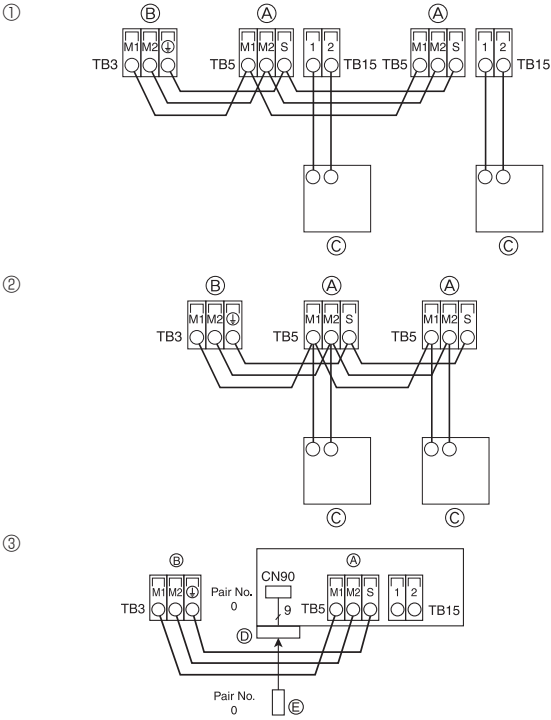

Fig. 4-8
4.4. Ligação dos cabos de transmissão do controlo remoto e das unidades interior e exterior (Fig. 4-8)
- ① Controlo remoto MA
- ② Controlo remoto M-NET
- ③ Controlo remoto sem fios (Quando instalar um recetor de sinais sem fios)